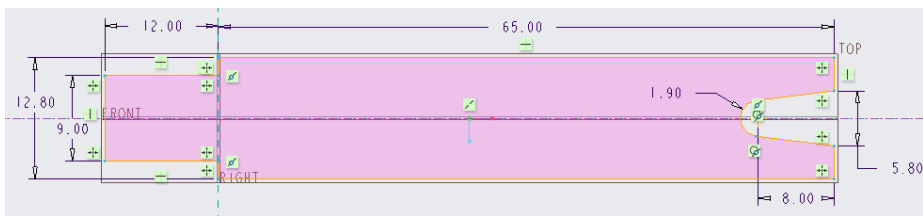

图 5-45 绘制剖面
(1) 单击“平面”按钮 ，打开“平面”选项卡。
(2) 选择 TOP 基准平面定义草绘平面，快速进入内部草绘器。
(3) 绘制图 5-45 所示的剖面，单击 （确定）按钮。